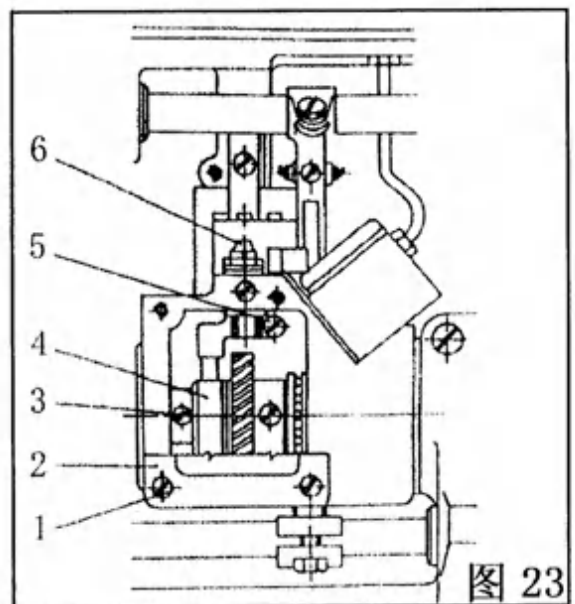

图 23
2) 放倒机器, 拧松倒缝块螺钉 (1) 的同时, 用手按住倒缝连接轴 (2) 上的倒缝连接销 (3), 使其不从倒缝操纵杆曲柄 (4) 上脱出。
4) 调整完后拧紧倒缝块螺钉 (1)。
32、旋梭与拨线勾位置调整 (图 23):